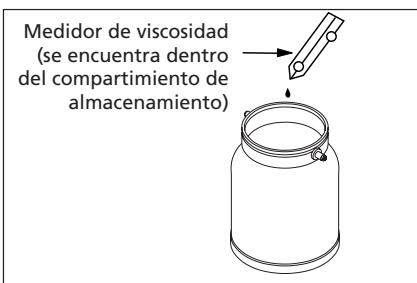

Figura 8 - Medidor de viscosidad
3. Siga los pasos siguientes, chequée la viscosidad del material antes de conectar la pistola al envase de pintura. (Figura 8).